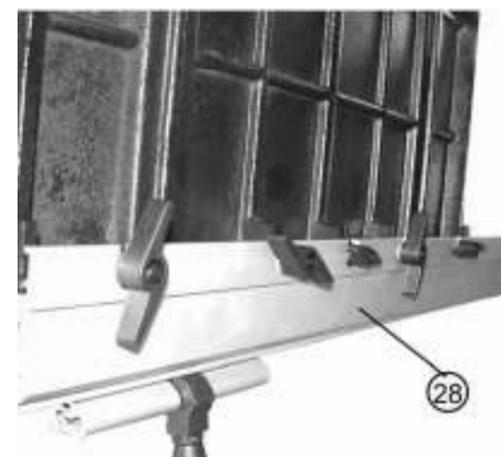
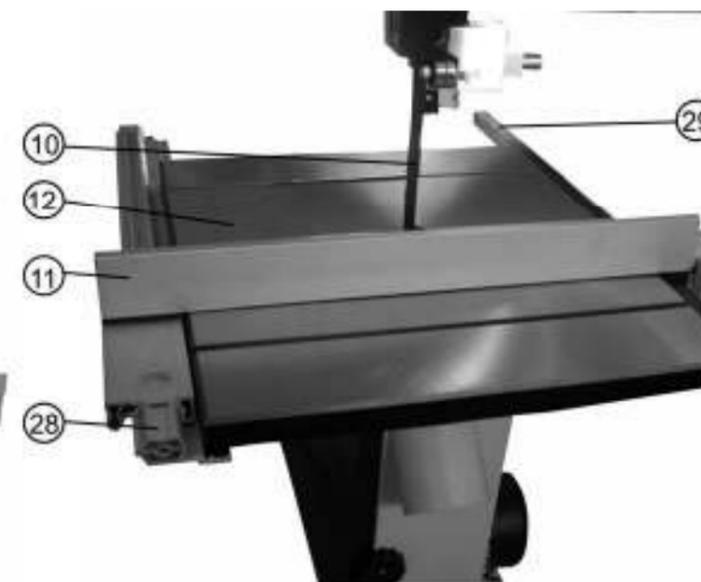

Рис.6
Рис.7
## 10.2. Установка направляющей планки (Рис.6, 7)
10.2.1. Используя винты крепления (М), Рис. (1), как показано на Рис.6, установите и закрепите направляющую планку (28) на левой стороне рабочего стола (12), Рис.7.
10.2.2. На противоположной стороне рабочего стола (12), используя детали крепления (Л), Рис.1, установите и закрепите планку (29), Рис.7. так, чтобы сопрягаемые элементы направляющей планки (28), планки (29) и подвижного упора (11) вошли в зацепление.